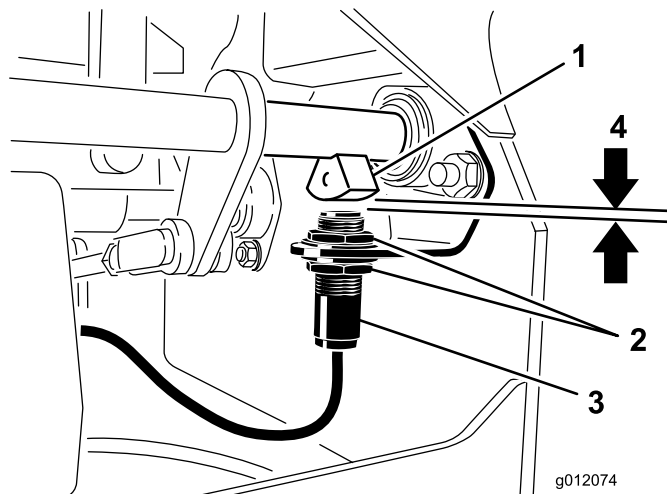

Figura 57
4. Mueva el interruptor hacia arriba o hacia abajo en el soporte hasta que la distancia entre el sensor del eje del freno y el émbolo del interruptor sea de 5/32 pulgada (3,9 mm) (Figura 57).